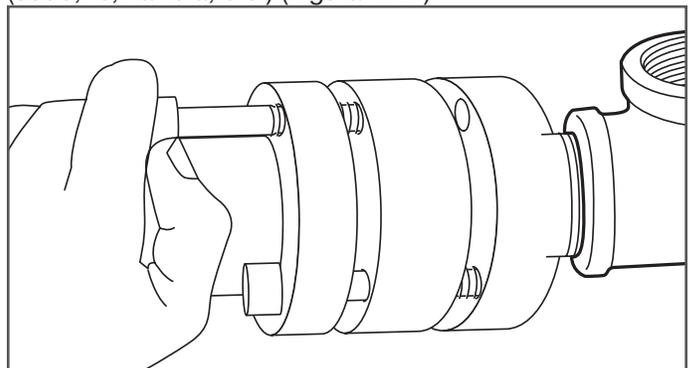

Figura 7-21
22. Aplique un agente antiagarrotamiento en los tornillos de sombrerete e inserte los tornillos de sombrerete en la sección posterior del accesorio. Apriete parcialmente los tornillos de cabeza permitiendo que el accesorio gire. Racor giratorio DoubleTrac® NPT en tubería existente (codo, te, válvula, etc.) (Figura 7-21).